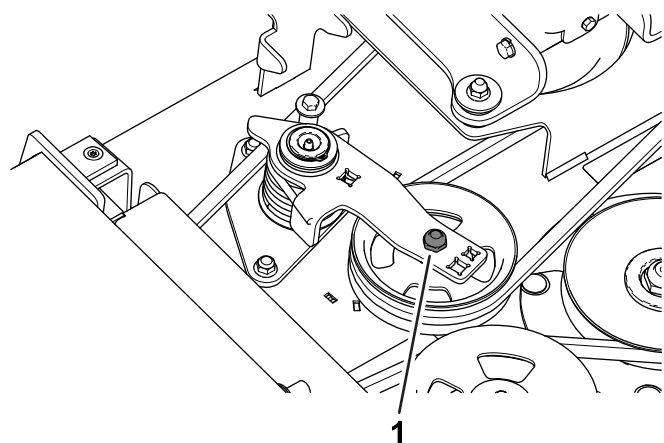

Figure 28
3. À l'aide d'une clé dynamométrique ou d'un outil similaire, éloignez la poulie de tension (Figure 28) de la courroie d'entraînement pour détendre cette dernière et pouvoir la déchausser de la poulie du boîtier d'engrenages.